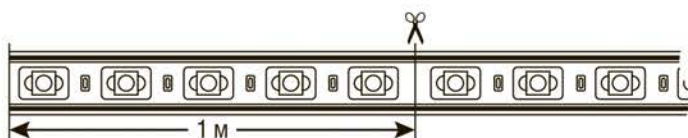
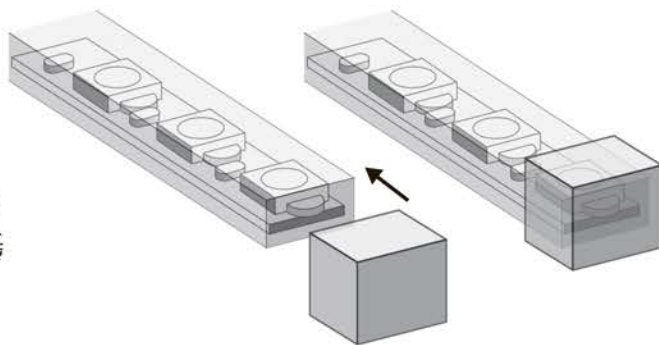

Рис. 2. Разрезание светодиодной ленты.
Рис. 3. Установка заглушки на светодиодную ленту.
- **Разрезание светодиодной ленты на участки.** Светодиодную ленту NLS-5050RGB-IP67-220V можно разрезать на участки, кратные одному сегменту, длина которого равна 1 м. Разрез необходимо производить строго посередине участка, соединяющего смежные сегменты, см. Рис.2. На окончания участков светодиодной ленты, к которым не планируется производить какие-либо подключения, необходимо установить заглушки NLSC-cup-5050-220 для ленты 5050-IP67-220, Рис.3. **Внимание!** При установке заглушки необходимо использовать герметик, чтобы обеспечить должную герметичность в месте соединения.